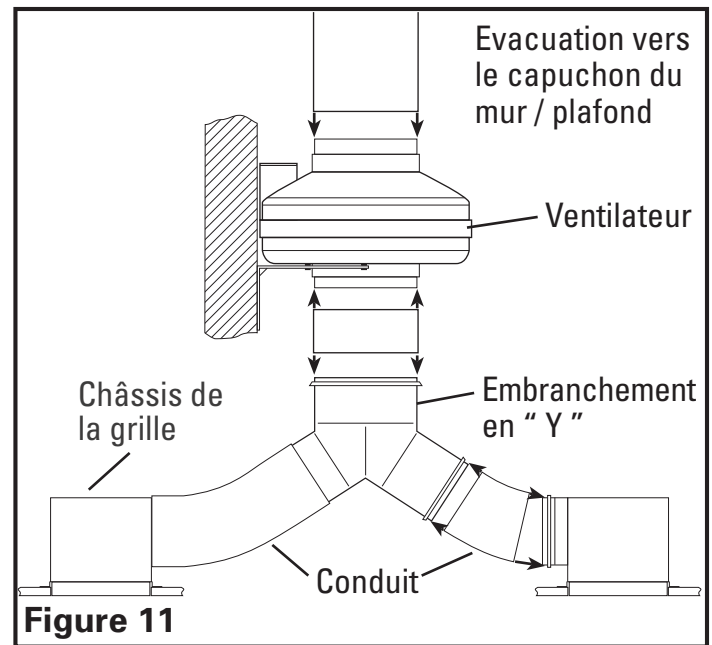

Figure 11
1. Raccordez une extrémité du conduit (non inclus) au collet / clapet au niveau de la pièce et l'autre extrémité à l'embranchement en "Y". Fixez les deux extrémités en place en utilisant du ruban ou un serre-joint afin de créer un joint aussi étanche que possible. Répétez cette étape pour le châssis de la grille de l'autre pièce (Figure 11).
2. Raccordez une extrémité du conduit à la partie supérieure de l'embranchement en "Y" et l'autre extrémité à la prise d'entrée du ventilateur (Figure 11).
3. Raccordez une extrémité du conduit à l'évacuation du ventilateur et l'autre extrémité à un capuchon de mur ou de plafond (Figure 11). Toujours canaliser le ventilateur vers l'extérieur par le biais d'un capuchon de mur ou de plafond.